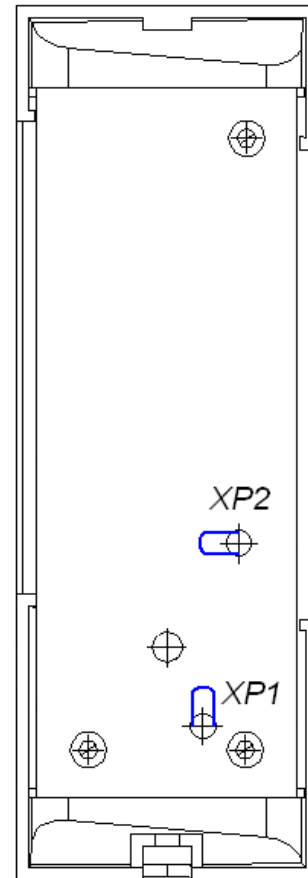

Рисунок 2. Расположение переключки XP2 «номер считывателя» и переключки XP1 «отключение концевого резистора»
Кроме того, на тыльной стороне блока индикации расположены две переключки проводом (см. рисунок 2):
5. При необходимости изменить номер блока индикации перекусите кусачками перемычку «номер считывателя» (**XP2**). Расположение перемычки указано на рис. 2.